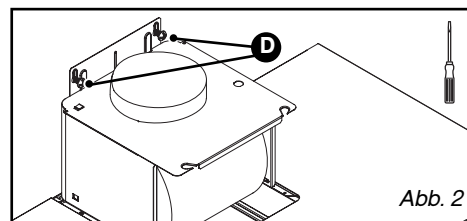

Abb. 2
– Die Dunstabzugshaube an den beiden Schrauben aufhängen. (D/Abb. 2).
– Die Rücklaufklappe auf den Motorausgang montieren (Abb. 2). Mit dieser Rücklaufklappe kann der Eintritt der von aussen kommenden Luft versperrt werden.